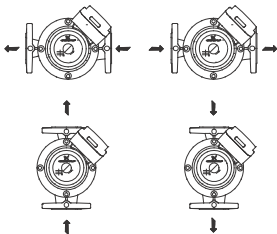

Abb. 4 Strömungsrichtungen für Einzelpumpen
- Abbildung 4: Reservebetrieb mit Pumpe 1 als Betriebspumpe und Pumpe 2 als Reservepumpe.